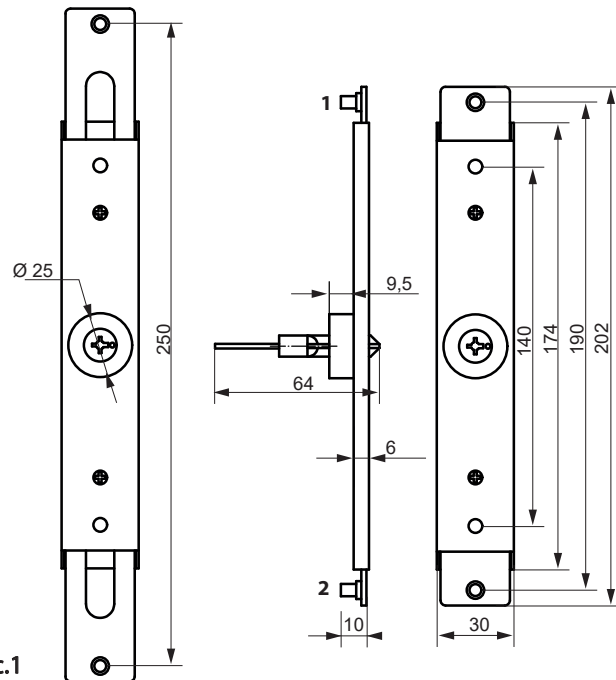

Рис.1
2. Просверлите отверстия под штифты 1 и 2 (Рис. 1) в запорной пластине.
4. Вставьте элемент крепления с запорной пластиной в концевой профиль. Соедините отверстия на запорной пластине со штифтами 1 и 2 (Рис. 1) на замке.